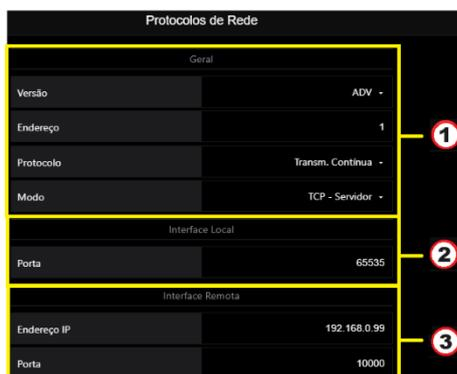

Figura 54 – Página de configuração de Protocolos de Rede via Alfa Web Monitor
Os Protocolos de Rede, no ambiente do Alfa Web Monitor, possuem as mesmas características e opções de configuração do menu disponível via teclado do Indicador de Pesagem. No primeiro bloco (representado pelo item 1 na Figura 54) é possível ao usuário realizar as definições gerais do módulo, como a escolha entre versão (standard ou advanced), qual o endereço, protocolo (Modbus RTU over Ethernet, Modbus TCP Transmissão Contínua, Alfa ASCII, Transmissão Padrão 3102) e modo de operação (TCP Servidor, TCP Cliente ou UDP). Os dados de interface local e remota são possíveis de serem alterados pelos blocos 2 e 3 respectivamente.